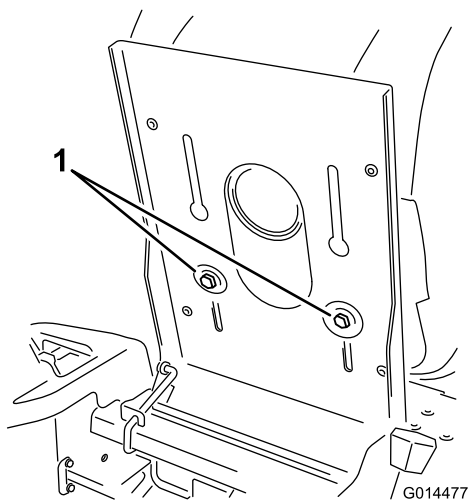

Figura 24
1. Levante el asiento y afloje los pernos de ajuste lo suficiente para poder desplazar el asiento (Figura 24).